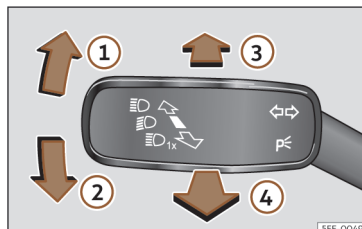

Fig. 108 Manípulo dos indicadores de direção e dos máximos (conforme versões).
- A partir da posição base, pressione para a frente o manípulo dos indicadores de direção e de máximos >>> **Fig. 108 (3)**.
- **OU**: se o assistente de máximos estiver ligado, puxe para trás o manípulo dos indicadores de direção e de máximos >>> **Fig. 108 (4)**.